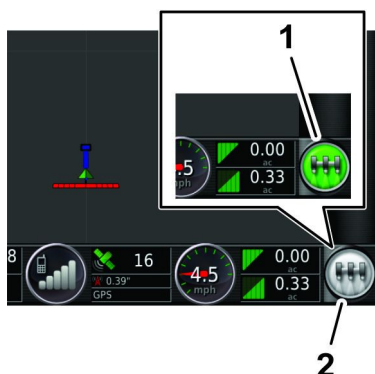

Figura 241
8. En la consola de control GeoLink, pulse el icono INTERRUPTOR MAESTRO (Figura 241) a ACTIVADO (verde).